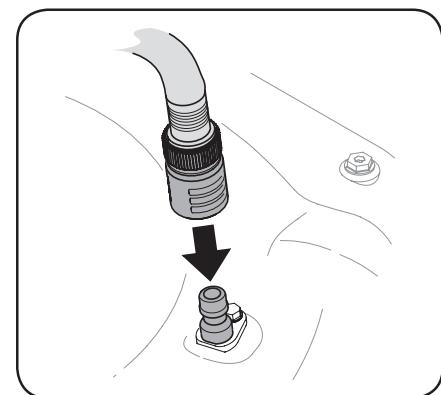

Figura 4-2
- Una la manguera con el pico de lavado al puerto de agua que se encuentra en la superficie de la plataforma. Consulte la Figura 4-2.